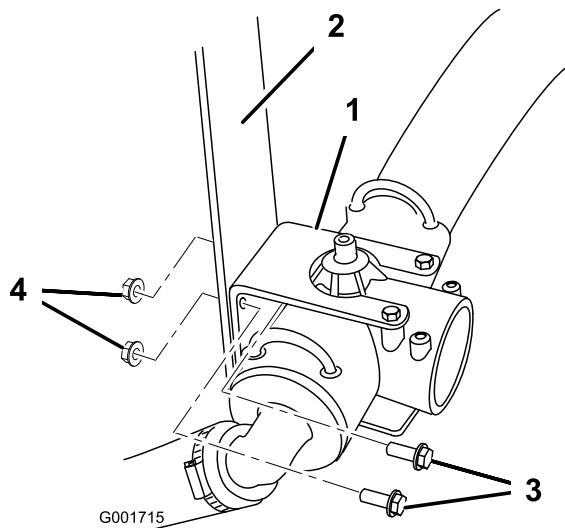

Figura 7
2. Retire los 2 pernos y tuercas que sujetan el acoplamiento en T y el soporte del acoplamiento en T al vehículo (Figura 7). Guarde estos herrajes para su uso futuro.